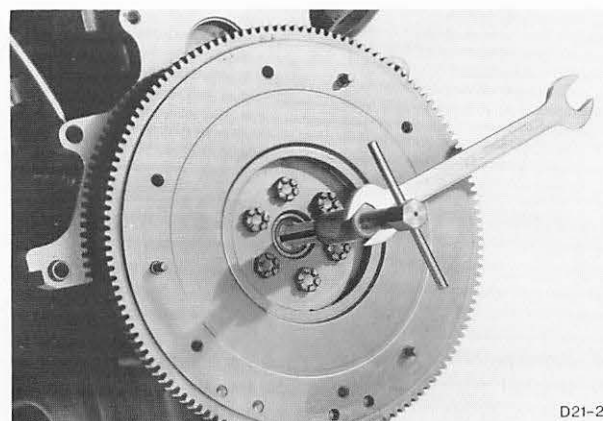

Abb. 87 Nadellager-Kurbelwelle mit Spezialwerkzeug 21-036 ausbauen
19. Nadellager – Kurbelwelle mit Spezialwerkzeug 21-036 aus der Kurbelwelle ziehen, Abb. 87.